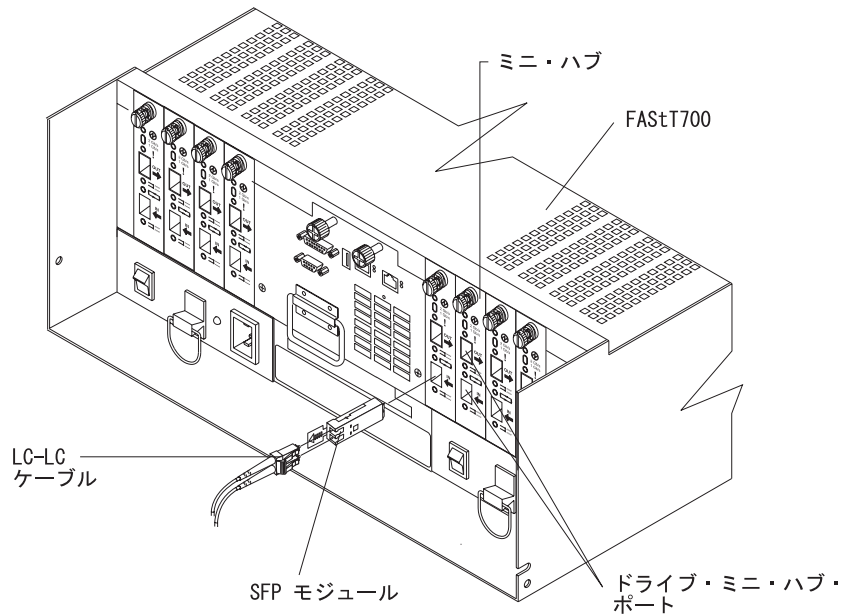

図 32. SFP モジュールおよび LC-LC ケーブルの FAST700 へのインストール
2. 38 ページの図 32 に示すように、LC-LC 光ファイバー・ケーブルを SFP モジュールに接続します。